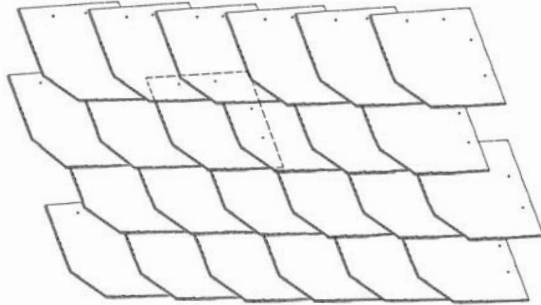

Abbildung 7
- 1.5 Die **WARIO**[®] Geradschnitt Schablone ermöglicht bedingt durch ihren symmetrischen Aufbau, die Linksdeckung, die Rechtsdeckung oder die **WARIO**[®] Deckung (Abb. 7, 8, 9, 10a und 10b).
- 2.1 Die Decksteine sind mit hängender Ferse zu verlegen (Abb. 7 und 8). Ein Fersenversatz ist nicht erforderlich.